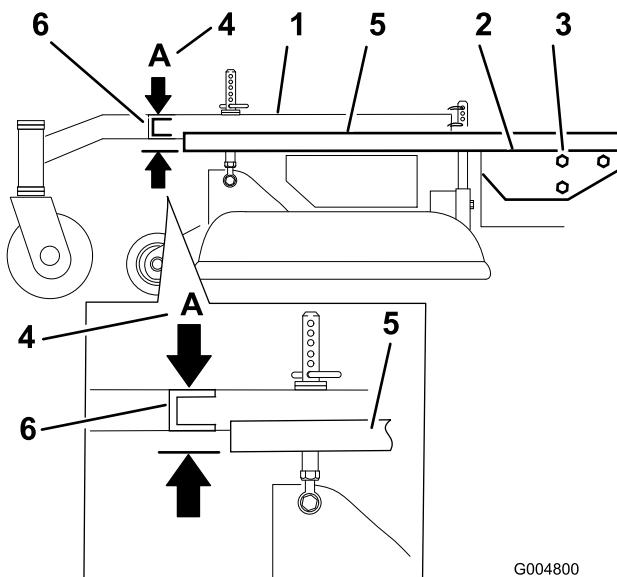

Figura 61
3. Coloque una regla larga en la parte superior de la plataforma del motor según se ilustra en la Figura 61.
4. En la ranura transversal del bastidor de tiro, mida la altura en la posición A (Figura 61). Debe ser de 33 mm (1-5/16 pulg.), con una tolerancia de más o menos 6 mm (1/4 pulg.).
6. Afloje los pernos de montaje del bastidor de tiro en los dos lados de la máquina (Figura 61).
7. Alinee el bastidor de tiro y la plataforma del motor para que tengan una altura de 33 mm (1-5/16 pulg.), con una tolerancia de más o menos 6 mm (1/4 pulg.) en la posición A (Figura 61).